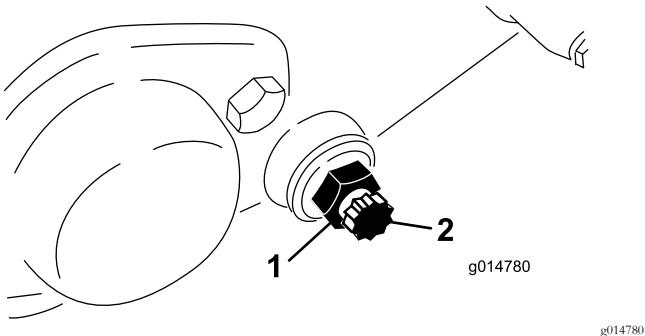

Figura 56
- Desaperte a porca de bloqueio que segura a cavilha da barra de apoio, em cada um dos lados da máquina (Figura 56).
- Remova cada uma das cavilhas da barra de apoio, de modo a permitir puxá-la e retirá-la da máquina. Guarde as duas anilhas de nylon e as duas anilhas de aço prensado de cada uma das extremidades da barra de apoio (Figura 56).